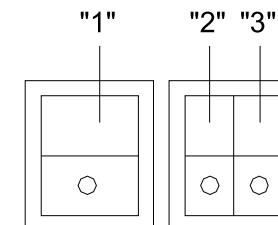

Рис.2. Клавиши управления.
- 7.2. Для включения завесы в режим вентиляции необходимо включить клавишу «1» (См рис.2). Клавиши «2» и «3» отключены, светится индикатор клавиши «1».